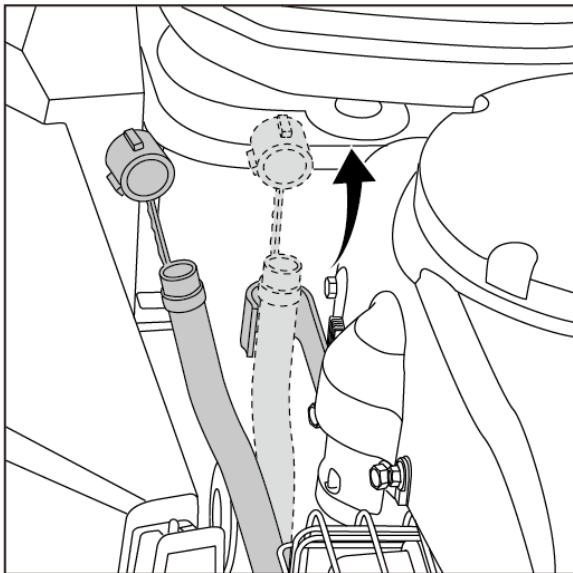
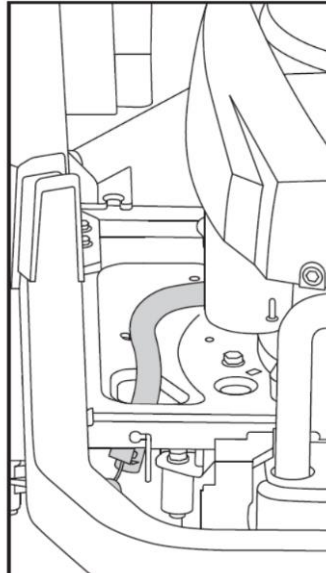

Fig.30A
Fig.30B
4. Dra ut oljeavtappningshylsan ur dess klämma. (Fig. 30A)
5. Vrid moturs och dra avtappningspluggen utåt. (Fig. 30A / Fig. 30B)